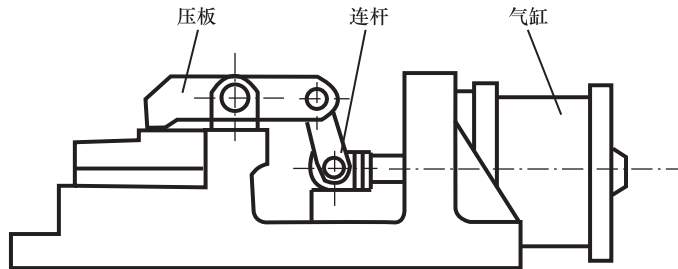

图 1-4 夹紧装置的组成
工件在夹具中定位后，必须用适当的力将其夹紧，使工件在加工过程中始终保持准确的位置，因此，夹具中都设有夹紧装置。夹紧装置的组成如图 1-4 所示，它主要由以下 3 部分组成：
(1) 力源装置 产生夹紧作用力的装置。力源装置所产生的力称为原始力，如气动、液动和电动等，图 1-4 中的力源装置是气缸。对于手动夹紧来说，力源来自人力。
(2) 中间传力机构 介于力源和夹紧元件之间传递力的机构，如图 1-4 中的连杆为中间传力机构。在传递力的过程中，它能够改变作用力的方向和大小，起增力作用；它还能使夹紧实现自锁，保证力源提供的原始力消失后，工件仍能被可靠地夹紧，这对手动夹紧尤为重要。
(3) 夹紧元件 夹紧装置的最后执行件，与工件直接接触完成夹紧作用，如图 1-4 中的压板。